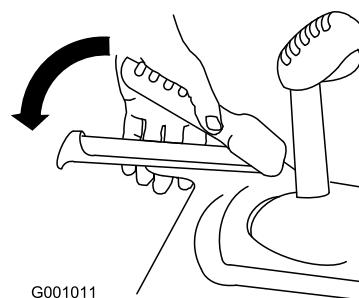

Bild 23
1. Drücken Sie zum Einkuppeln des Fahrantriebs den linken Hebel (Fahrantrieb) zum Handgriff (Bild 23).